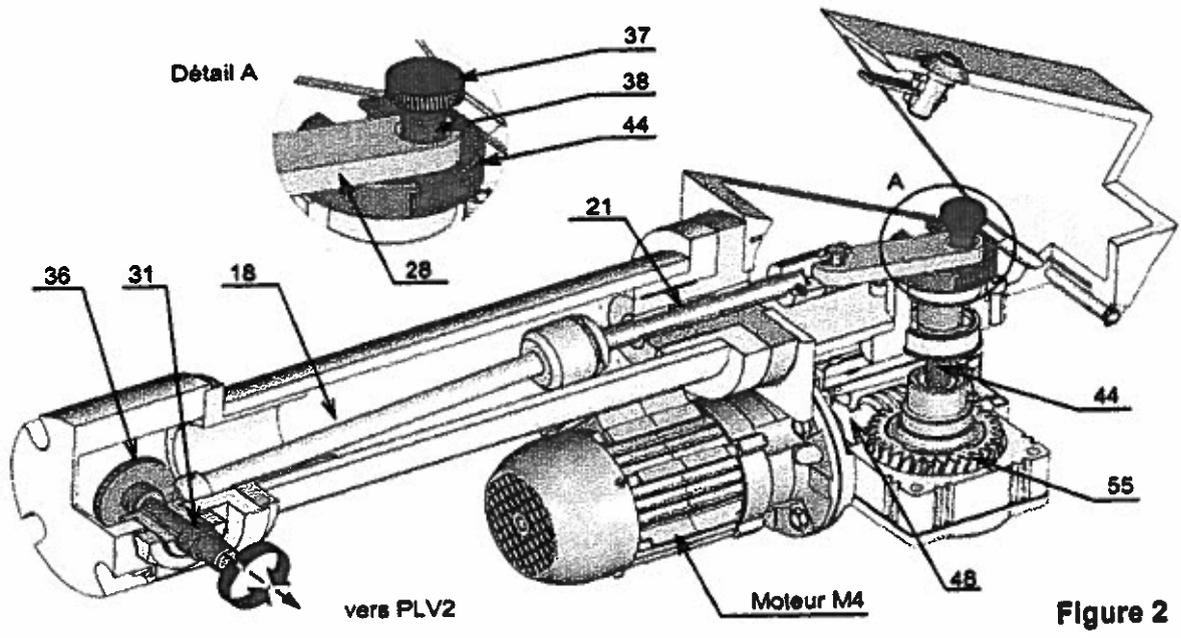

Figure 2
6) Compléter le graphe explicatif ci-dessous du réglage de l'excentrique (E). (Voir dessin d'ensemble et figure 2 du dossier technique)
Le mécanisme du robot de peinture de toit, représenté en 3D (figure 2) et sur le dessin d'ensemble page 5/5 du dossier technique, transforme le mouvement de rotation continu du moteur électrique M4 réduit par un réducteur à roue et vis sans fin en un mouvement oscillant (rotation alternative) de l'axe (31) porte pulvérisateur (PLV2).